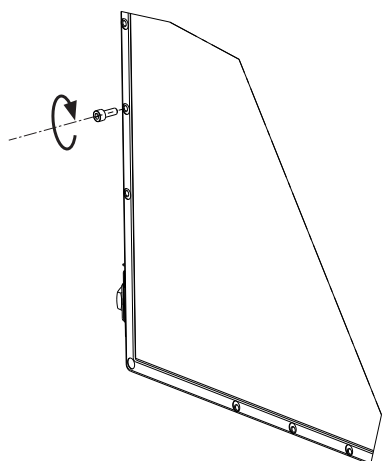

Fig. 23
1. Înșurubați dispozitivele anti-alunecare (șurub M6xM20) în a doua și a treia gaură, cum priviți dinspre marginea inferioară (Fig. 23).